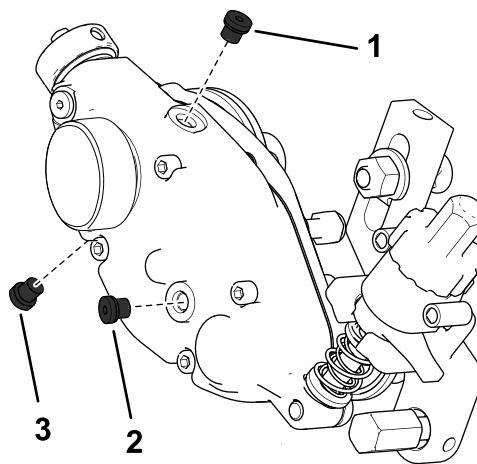

Figura 33
2. Rimuovete il tappo di spurgo situato nella parte inferiore dell'alloggiamento (Figura 33).
3. Rimuovete il tappo di riempimento a lato dell'alloggiamento e allentate il tappo di sfiato nella parte superiore per lasciar passare l'aria (Figura 33).